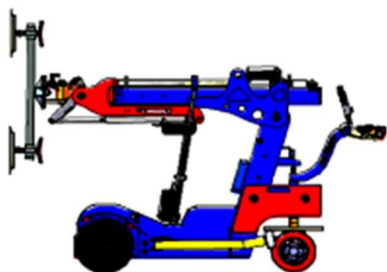
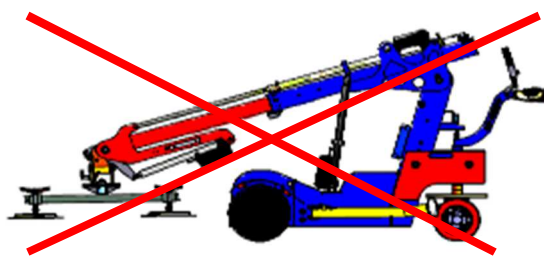

Bild 1
Bild 2
- Schalten Sie den KS Robot niemals mit Last, oder wie auf Bild 2, mit nach unten gesenkter Saugereinheit ab! **Immer ausschalten wie auf Bild 1!**